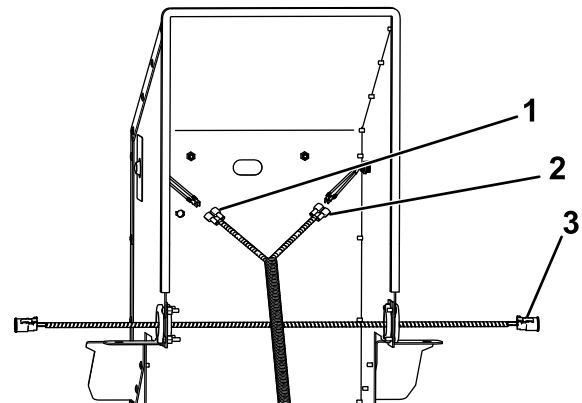

Bild 6
14. Verbinden Sie den weißen und braunen Kabelschuh am Kabelbaum des Kits mit dem Lichtschalter (**Bild 6**).
15. Führen Sie die Anschlüsse für die Lampen durch die Gummitüllen an beiden Seiten der hinteren Abdeckung (**Bild 6**).